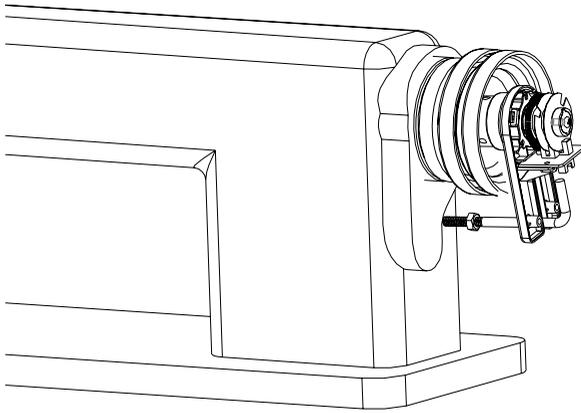

图 4
2.2 再装上外置同步器与 L 型螺纹连杆紧配，如图所示(如图 4 和 5)。